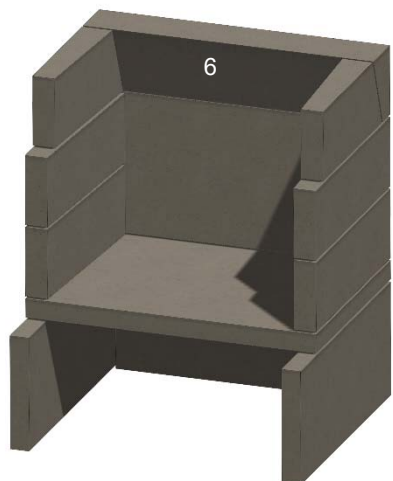

Figura 16. Encabezado posterior
H. Instale el cabezal trasero (6). Véase la figura 16.